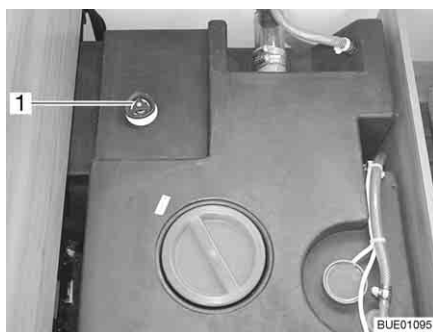

Bild 156 Vattentank med ratt
- Vrid ratten (Bild 156,1) på vattentanken medurs till stoppläget.
- Vrid ratten (Bild 156,1) på vattentanken moturs till motståndet. Vattnet rinner ut tills 50 liter är kvar.